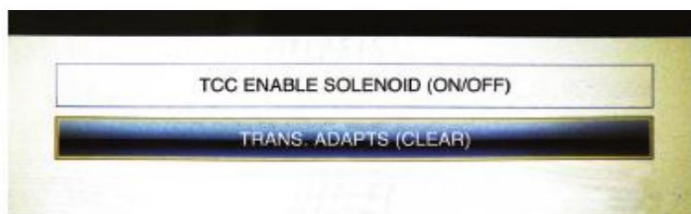

Figura 7. Borrado de la configuración adaptativa.
- Seleccione el proceso de aprendizaje rápido o "Adaptación (borrado)" en el menú de la herramienta de escaneo. Figura 7.